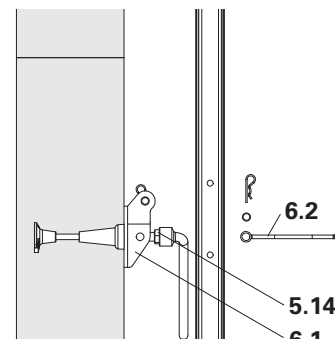

Fig. B1.34
4. Fixar a ligação do contraventamento CB M24 (6.1) ao cone com parafuso M24 x 70 (5.14) SW 36, depois dos parafusos terem sido removidos da placa de tracção (6.2). Re-inserir a placa de tracção na prolongação e voltar a aparafusar a ligação do contraventamento. (Fig. B1.34)
4. Fixar a ligação do contraventamento CB M24 (6.1) ao cone com parafuso M24 x 70 (5.14), SW 36, depois dos parafusos terem sido removidos da placa de tracção (6.2). Re-inserir a placa de tracção na prolongação e voltar a aparafusar a ligação do contraventamento. (Fig. B1.34)